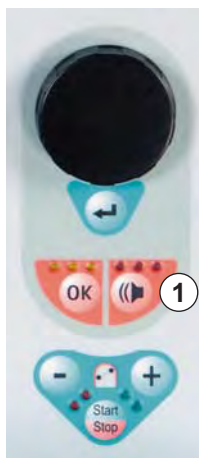

Рис. 9-2 Кнопка *Тревога* с красными светодиодами
Кроме того, активный сигнал тревоги показывается красными светодиодами, горящими над кнопкой *Тревога* (Рис. 9-2 , ①).